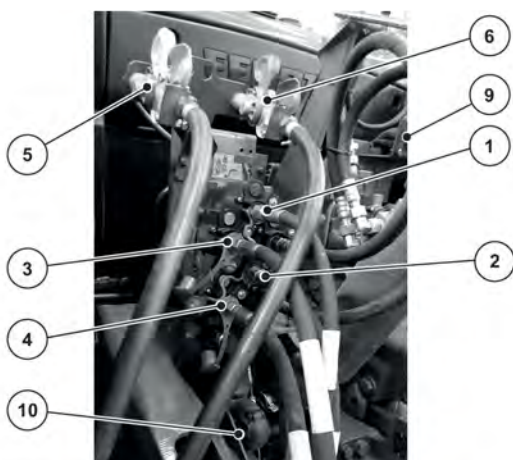

Fig. 25: Anslutningsföljd för maskinkablarna på traktorn
Se Fig. 25
- ▶ Beakta anslutningsföljden: Se *Fig. 25 Anslutningsföljd för maskinkablarna på traktorn*